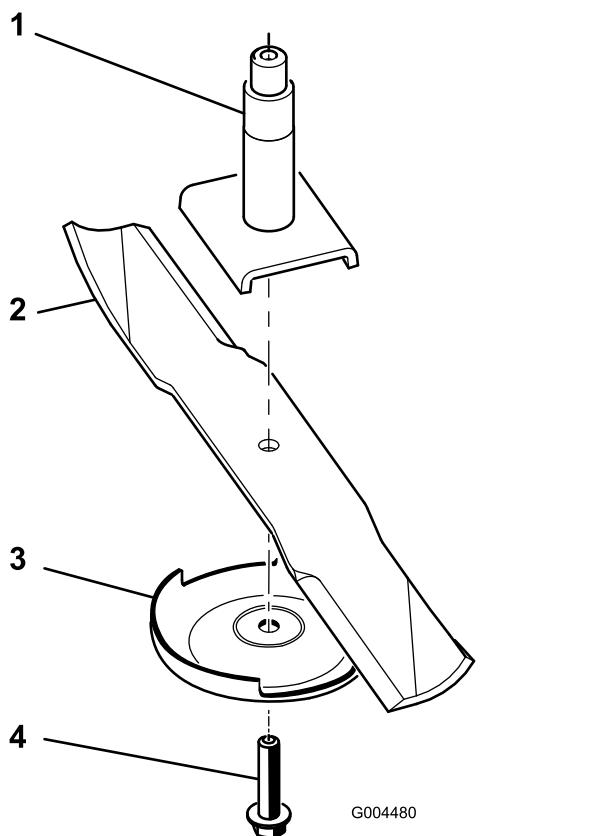

Figura 74
2. Gire el perno de la cuchilla en sentido horario para retirar el perno (Figura 74).
- 3. Retire la placa protectora de césped y la cuchilla del eje de la cuchilla (Figura 74).